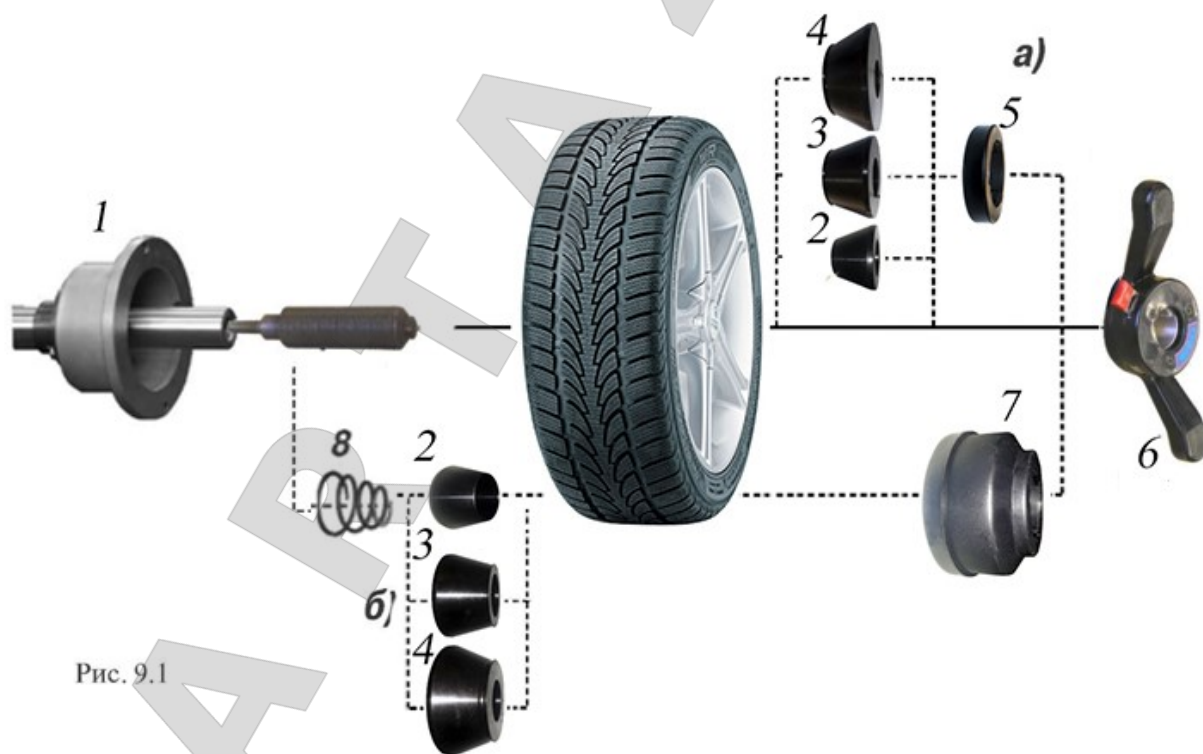

Рис. 9.1
9.2. Балансируемое колесо закрепляется на валу СБ за центральное отверстие обода с помощью конусов и быстросъёмной гайки с раздвижными резьбовыми сухарями. В зависимости от конфигурации обода конус может быть установлен как с внешней стороны обода (вариант "а"), так и с внутренней (вариант "б") (см. рис. 9.1)
9.5. СБ оборудован педалью для ускорения установки колеса по (варианту «б») (см. рис. 9.1) Установите колесо на конус, установите быстросъемную гайку, нажмите два раза педаль, удерживая колесо и быстросъемную гайку. Вал СБ начнет вращаться, зажимая колесо, когда колесо будет зажато вращение вала остановится. Окончательно затяните колесо быстросъемной гайкой вручную.